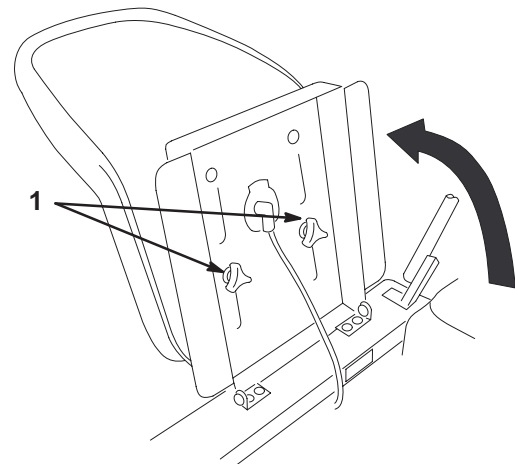

Bild 13
1. Heben Sie den Sitz an und lösen Sie die Einstellhandräder (Bild 13).